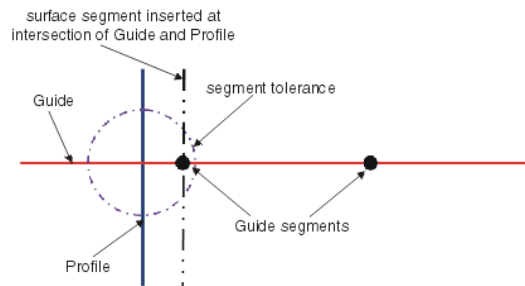

Figura 2.108 Explicación de la tolerancia cuando el valor de esta se cumple en el punto de intersección.
- Si el valor de tolerancia se cumple en el punto de intersección (*Figura 2.108*), la